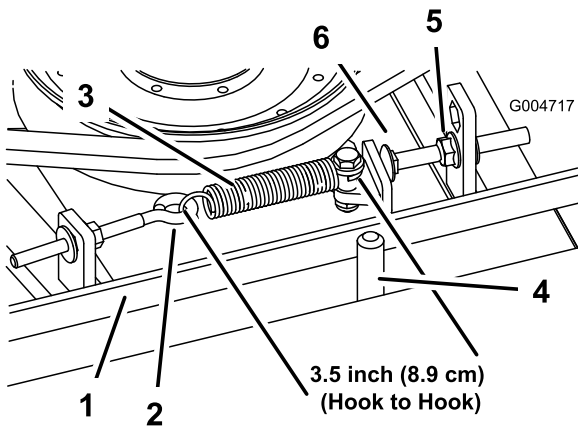

Figure 65
tendu, ajustez le boulon de butée (boulon de carrossier) jusqu'à obtenir un jeu approximatif de $3 + 1,5/0,0$ mm entre la tête du boulon et le bras de la poulie de tension (Figure 65).
Remarque: La courroie doit être placée du côté ressort du guide (Figure 65).
2. Desserrez le boulon à œil pour pouvoir enlever le ressort d'extension (Figure 65).
3. Desserrez l'écrou à embase qui fixe le boulon de butée à la patte de montage. Reculez l'écrou suffisamment pour que le bras de la poulie de tension passe le boulon de butée (Figure 65). Éloignez la poulie de tension de la courroie pour détendre cette dernière.
8. Raccrochez le ressort d'extension (Figure 65) au boulon à œil et tendez la courroie comme suit :